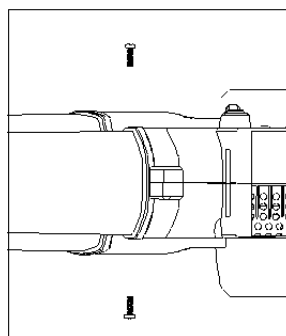

Fig. 6
2. Saque del paquete dos tornillos que vienen en la bolsa del manual, el usuario necesita ensamblar sujetar el tornillo (ST4 x 14) hasta que conecten bien. Consulte la Fig. 6.